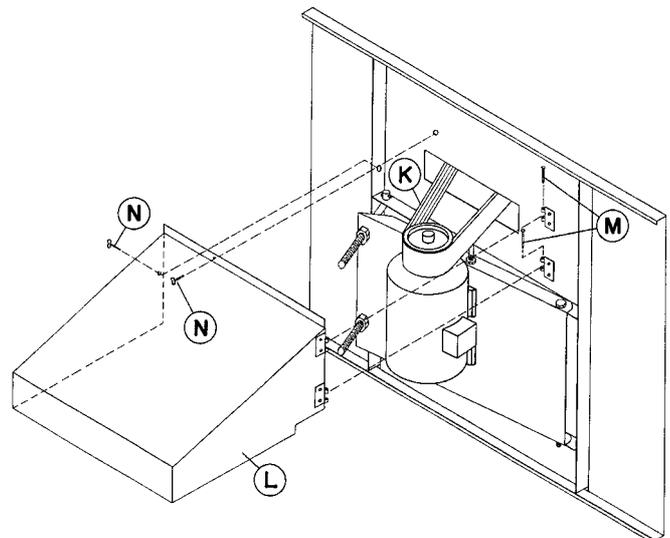

Abb. 24 – Installation der Motorabdeckung und des "Powerband"-Keilriemens
10. Zur Installation der Motorenabdeckung **L** richten Sie die Scharniere aus und setzen Sie die Scharnier-Stifte **M** ein (Abb. 24).